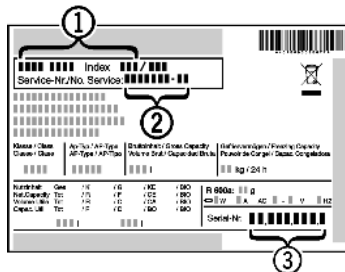

Fig. 20
► Назва пристрою Fig. 20 (1), сервісний номер Fig. 20 (2) та серійний номер Fig. 20 (3) вказані на таблиці типів. Табличка типів знаходиться всередині пристрою, зліва.
► Повідомте сервісну службу про характер неполадки, назву пристрою Fig. 20 (1), сервісний номер Fig. 20 (2) та серійний номер Fig. 20 (3).